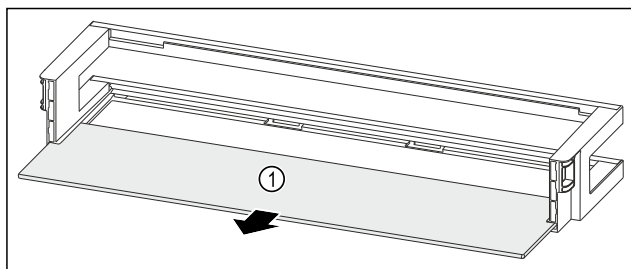

Fig. 84 Balconnet de contre-porte avec tablette de rangement
- Retirer la tablette de rangement Fig. 84 (1).